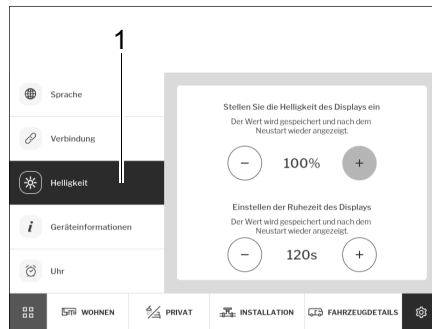

Fig. 282 Luminosità
- Digitare il pulsante *Luminosità* (Fig. 282,1).